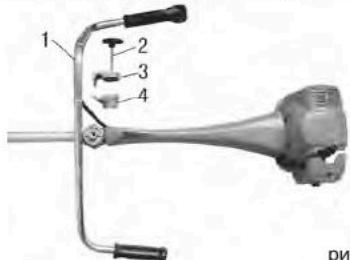

рис. 2
1. Для установки рукоятки Вам потребуется: рукоятка (1), держатель (4), зажим (3) См. рис.2.